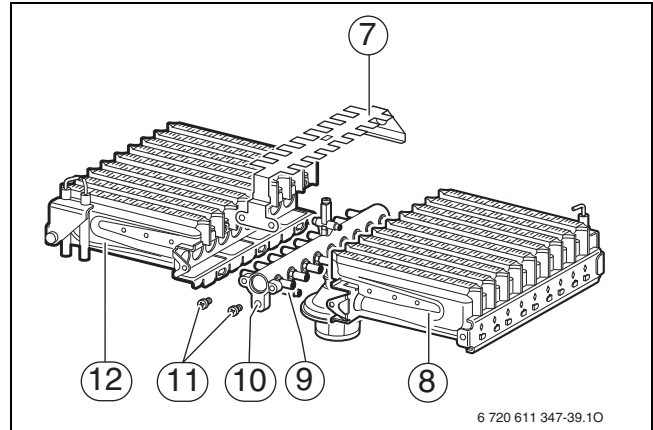

Fig. 39
- Retirer prudemment le connecteur de l'électrode d'allumage (1) (→ fig. 39).
- Retirer prudemment le connecteur de l'électrode de contrôle (5).
- Dévisser la tôle de maintien (3).
- Desserrer l'écrou-raccord sous le brûleur et retirer prudemment l'unité du brûleur (4).
- Retirer les vis (11) (→ fig. 39).
- Retirer le cavalier chauffant transversal (7).
- Dévisser les vis aux points de fixation (9). Retirer les moitiés gauche et droite du brûleur (12 et 8) de la ligne injecteur (10).